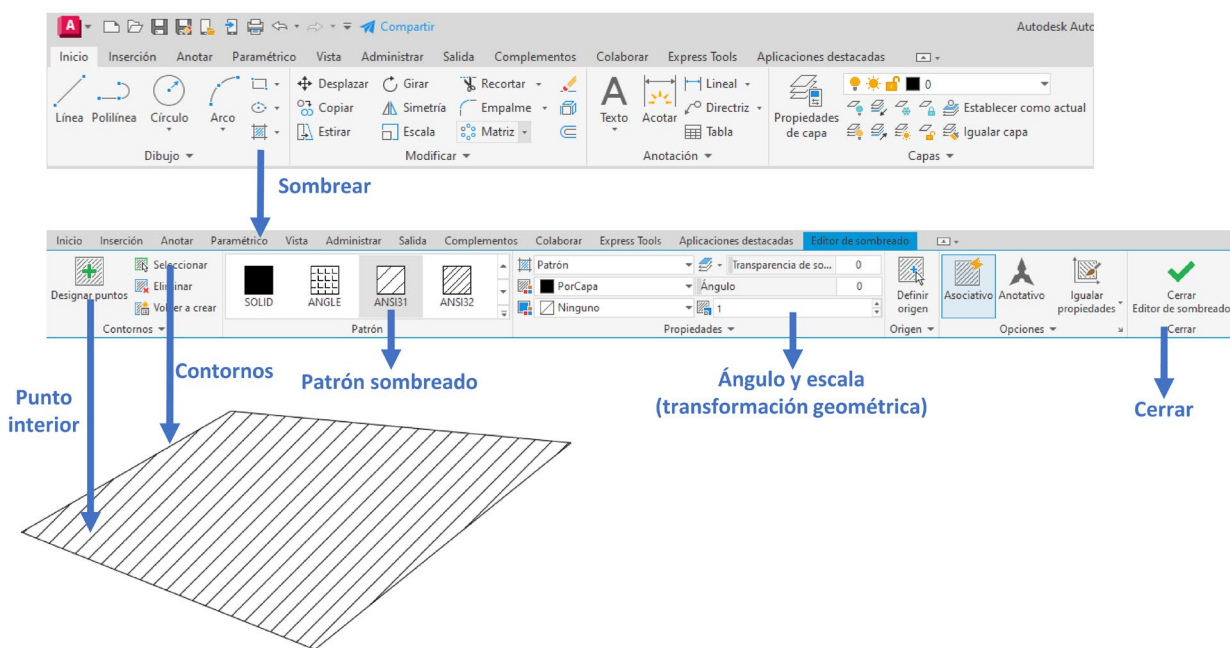

Figura 3.2. Herramienta de Sombreado.
- **Sombreado o rayado:** La herramienta *Sombreado* permite rellenar áreas cerradas con patrones. Al hacer clic en la herramienta aparece una ventana en la que las opciones más importantes son (Figura 3.2):